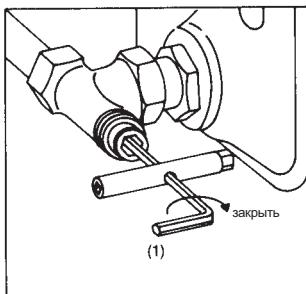

Рис. 4
- 2.2 Закрыть шпиндель вентиля шестигранным ключом SW 4 (1) поворотом вправо (рис. 4).